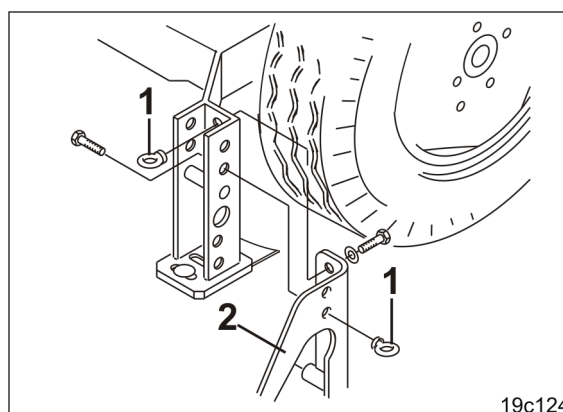

Fig. 183
- 1.1 Desfaceți două piulițe cuinel (Fig. 183/1).
- 1.2 Îndepărtați afânătorul de urme (Fig. 183/2).